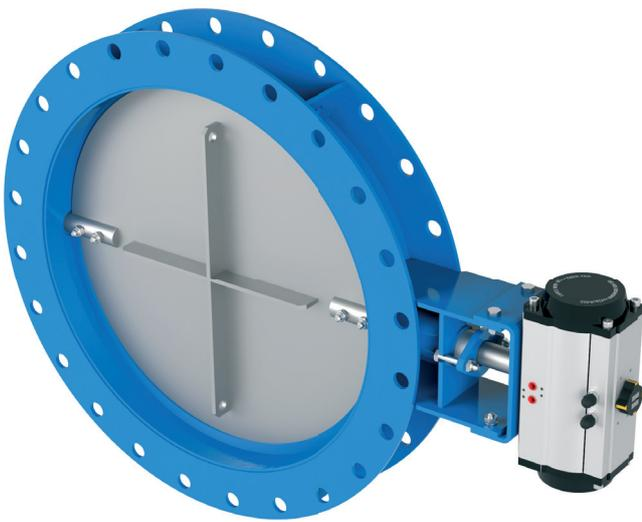

Fig. 6
- Accionamiento neum tico de   de vuelta: Son los m s habituales en este tipo de mariposas d mper (fig. 6), se montan directamente sobre el eje de accionamiento.